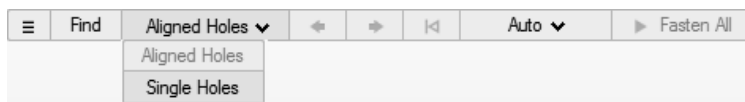

图 12-4
1) 当螺栓连接工具仍处于激活状态时，单击操作栏上的对齐的孔，选择单个孔，如图 12-4 所示。